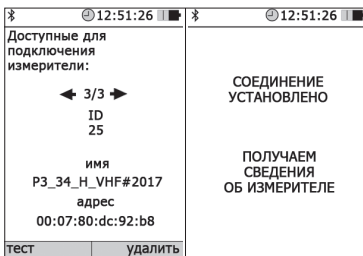

Рисунок 8
6.4.5. Нажать кнопку **OK**. На экране блока НТМ-Терминал будут отображаться названия приборов, которые могут использоваться с блоком НТМ-Терминал. С помощью кнопок **←** и **→** необходимо выбрать нужную АП (по имени и заводскому номеру) и нажать левую контекстную кнопку «**тест**» (рис. 8). При этом будет осуществлено соединение блока НТМ-Терминал с АП и запущена процедура тестирования. Когда соединение активно, синий индикатор 3 (рис.2) горит постоянно.